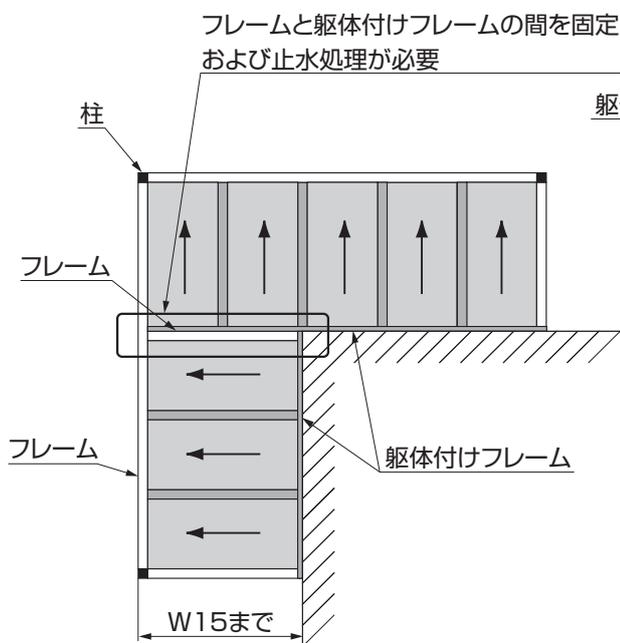
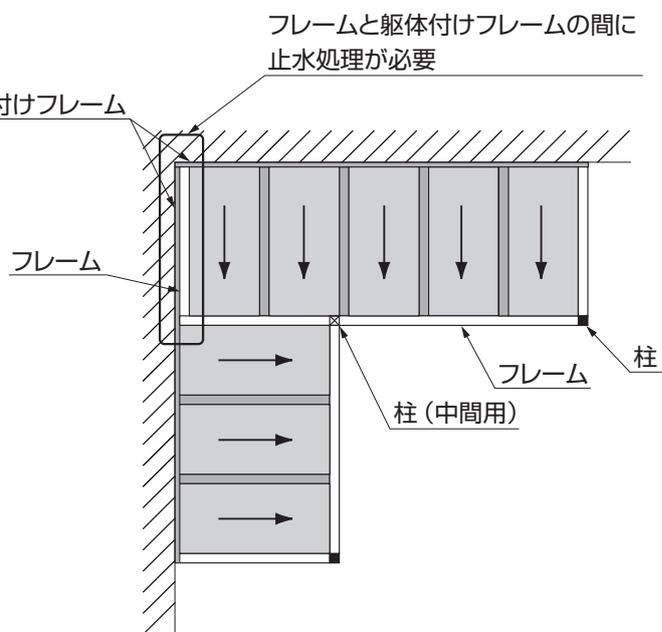

図1-22 出隅
図1-23 入隅
- 出隅、入隅、いずれの場合も、図のような屋根勾配方向の組合わせにしてください。(図1-22・図1-23参照)